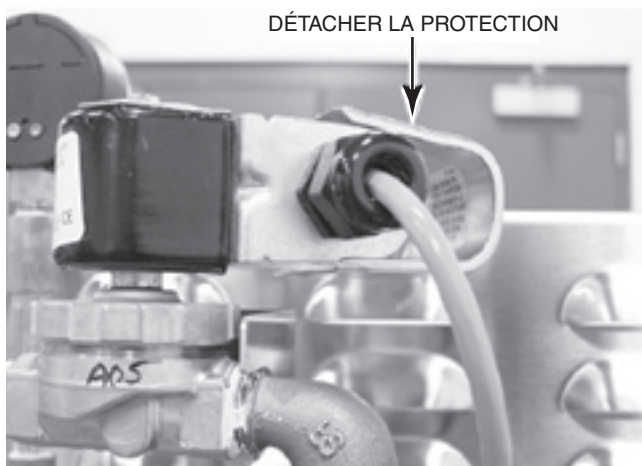

Fig. 16
3. Débrancher un fil électrique au niveau de la bobine de l'électrovanne de remplissage à chaud située à l'arrière de l'appareil tout en retirant la protection du fil et en débranchant l'un des fils (Fig. 16 et 17).